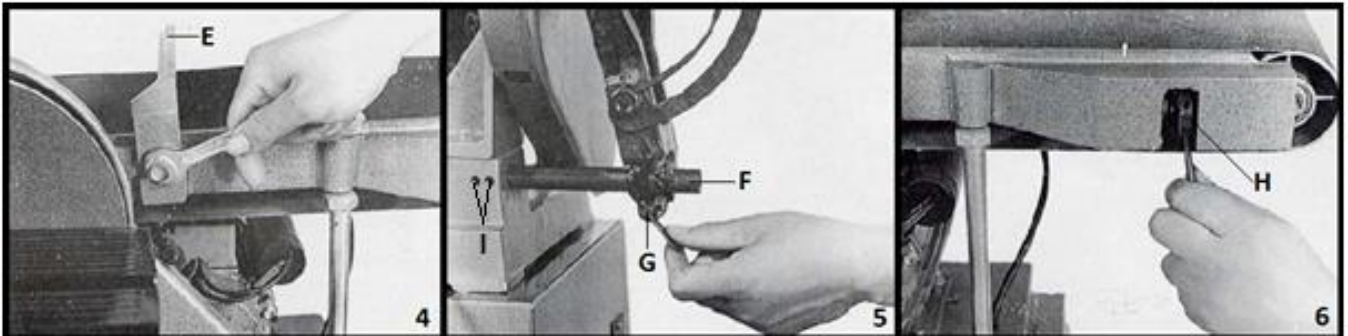

Fig.4
3. Ontspan de schuurband m.b.v. de inbusbout (H, fig.4).